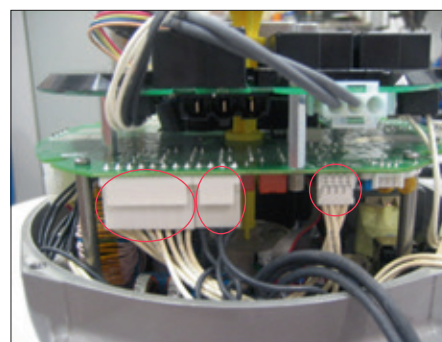

Figura 44
- Ricollegare il cavo con connettore a 8 pin, il cavo nero con connettore a 4 pin e il cavo bianco con connettore a 4 pin (Figura 44).